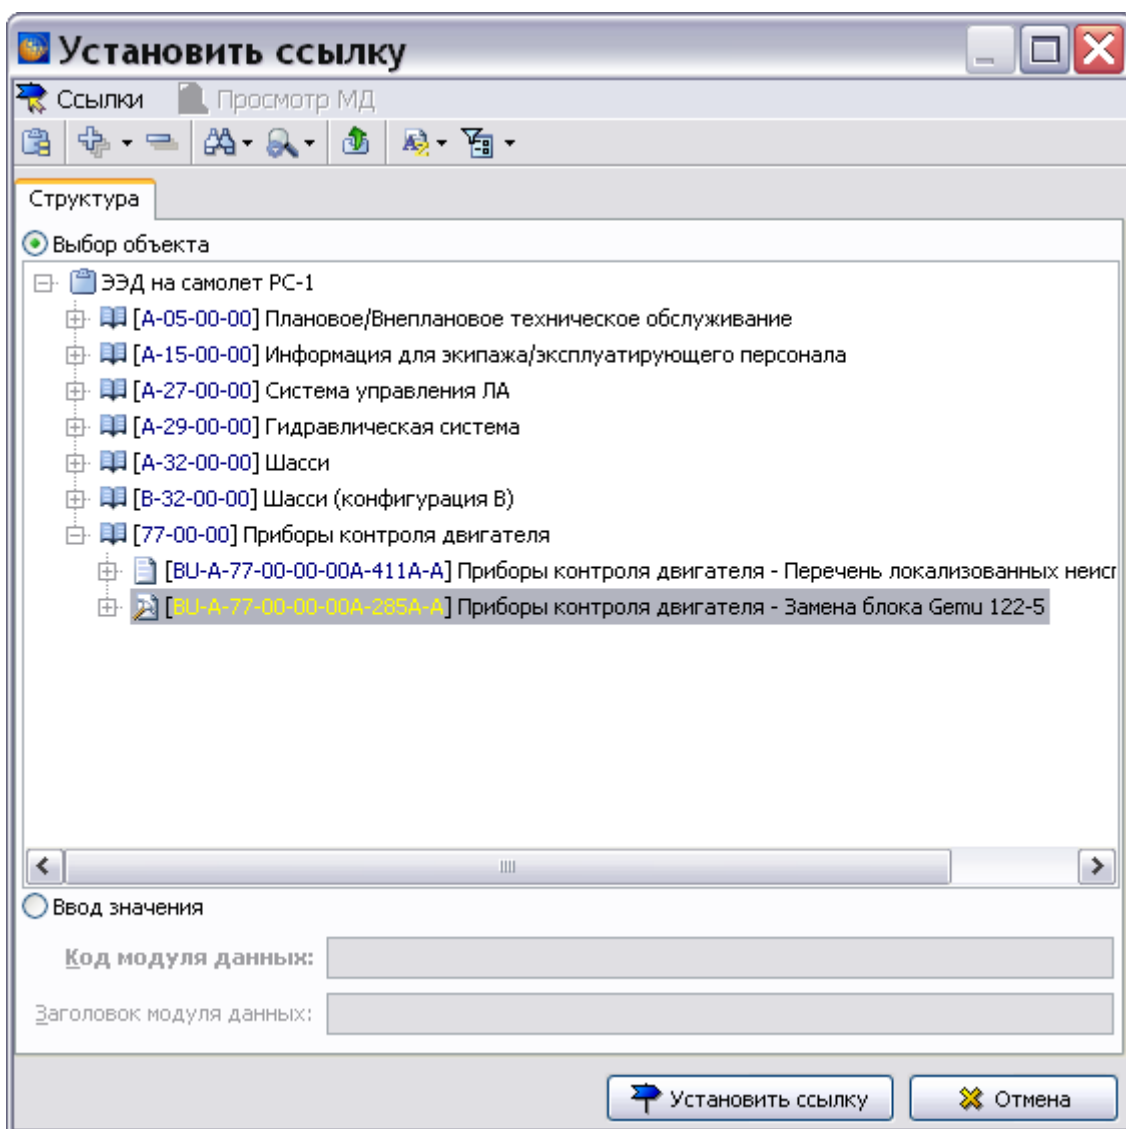

Рис. 8.4
1. В столбце «Ссылка на корректирующую процедуру» щелкните два раза левой кнопкой мыши по ячейке строки. После этого появится диалоговое окно **Установить ссылку**, в котором отображена структура проекта (Рис. 8.4).
2. Выберите версию технологической карты с описанием процедуры устранения локализованной неисправности и нажмите на кнопку **Установить ссылку** (Рис. 8.4).